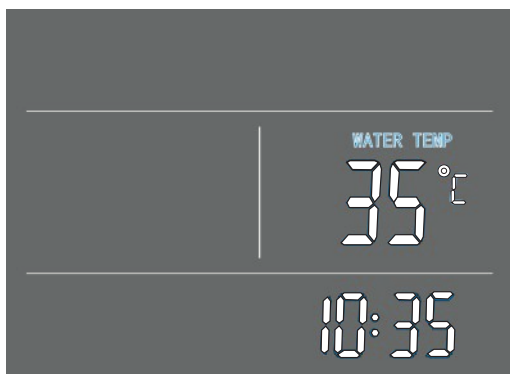

Figura 6-2 - Modalità Standby
- 2.-quando si accende l'alimentazione, sullo schermo del pannello di controllo vengono visualizzate tutte le icone per 3 secondi. Dopo aver verificato che tutto sia a posto, l'unità entra in modalità standby (Figura 6-2);
1.-mentre l'apparecchio è in standby (Figura 6-2), premere